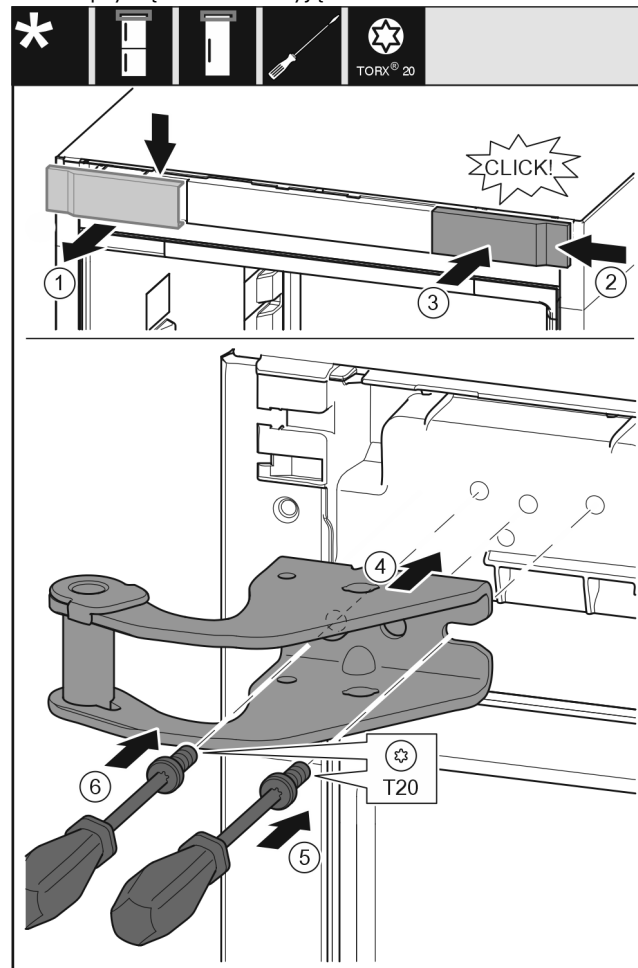

Fig. 10
- ▶ Wyjąć osłonę od góry do przodu. Fig. 10 (1)
- ▶ Osłonę obrócić o 180° założyć z drugiej strony od prawej. Fig. 10 (2)
- ▶ Zazębnić osłonę. Fig. 10 (3)
- ▶ Założyć górną płytkę zawiasu. Fig. 10 (4)
- ▶ Śrubę założyć przy pomocy śrubokręta T20 i mocno dokręcić. Fig. 10 (5)
- ▶ Śrubę założyć przy pomocy śrubokręta T20 i mocno dokręcić. Fig. 10 (6)